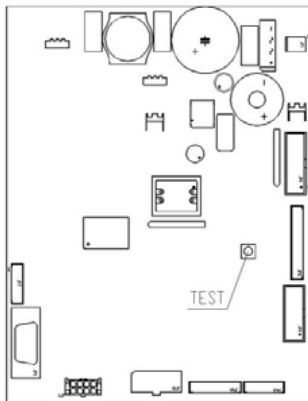

FIG. 3
- Si sur le display paraîtra le message "MEMORY CLEARED" appuyer sur le bouton placé sur la carte principale à l'intérieur du box monnayeur (voir FIG. 3) pour mettre la mémoire à l'état initial. Sur le display paraîtra le message "PORTE OUVERTE MACHINE EN ENTRETIEN". Le distributeur automatique procédera automatiquement à l'exécution d'un autotest. Si aucune erreur n'a été relevée, la colonne se placera en position de départ et le distributeur sera prêt pour la mise en fonction.
Au branchement électrique du distributeur, sur le display s'inscrit "INIT" suivé par "MEMORY CLEARED", ce qui indique que la mémoire est vide de toutes informations ou que celles-ci ne peuvent pas être accessibles. La même indication est affichée quand on se sert de la commande "EFFACEMENT DE MEMOIRE" ou d'un défaut de la dite mémoire. En appuyant sur le bouton poussoir FIG. 3 situé sur la platine principale, à l'intérieur du logement monnayeur, la mémoire reviendra automatiquement aux valeurs pré-définies décrites dans le paragraphe "Instructions". De ce fait, le distributeur procédera automatiquement à une série de tests, puis si tout est correct, il entrera en service.
Il est possible de faire un test des fonctions du distributeur. Pour cela il faut brancher ledit distributeur à une prise de courant et appuyer sur le bouton test FIG. 3 situé sur la platine principale. Le distributeur entrera en mode de vente libre. Sur le display s'affichera le message suivant: "VENTE LIBRE" si tout est OK, autrement sur le display s'affichera: hors service. Pour rétablir la sélection il est suffisant d'appuyer de nouveau sur le poussoir correspondant. Si le problème persiste, sur le display s'affichera le message indiquant le type d'anomalie.. A ce point-là il est possible de tester le cycle de vente de la machine pour chaque sélection tandis que sur le display s'afficheront les messages correspondants aux anomalies éventuelles qui se vérifient pendant le test. Pour rentrer en mode de fonctionnement normal il suffit d'appuyer de nouveau sur le bouton FIG. 3 situé sur la platine principale.